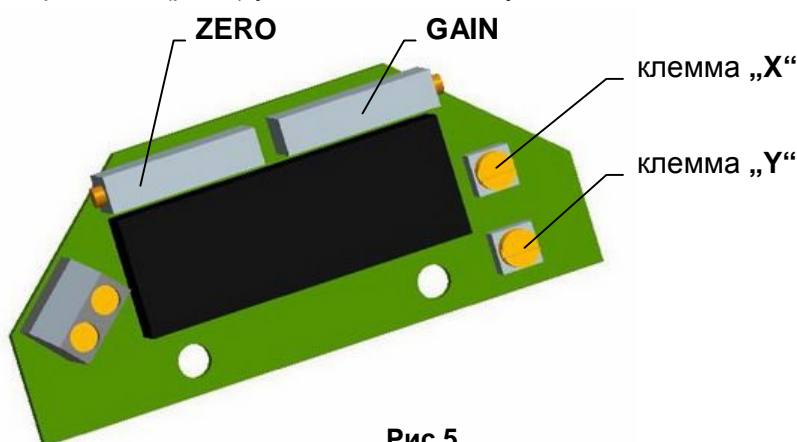

Рис.5
##### 4.4.1 EPV - 2-проводниковое включение (рис.5)
- Установте датчик сопротивления на основании инструкций в предыдущей главе так, что величину сопротивления измеряйте на клеммах X-Y (рис.5). (употреблен датчик с сопротивлением 100Ω);
- Поворачиванием устанавливающего триммера ZERO (рис.5) установте величину выходного сигнала тока, измеряемого на клеммах 81-82, на величину 4 мА;
- Поворачиванием устанавливающего триммера GAIN (рис.5) установте величину выходного сигнала тока, измеряемого на клеммах 81-82, на величину 20 мА;